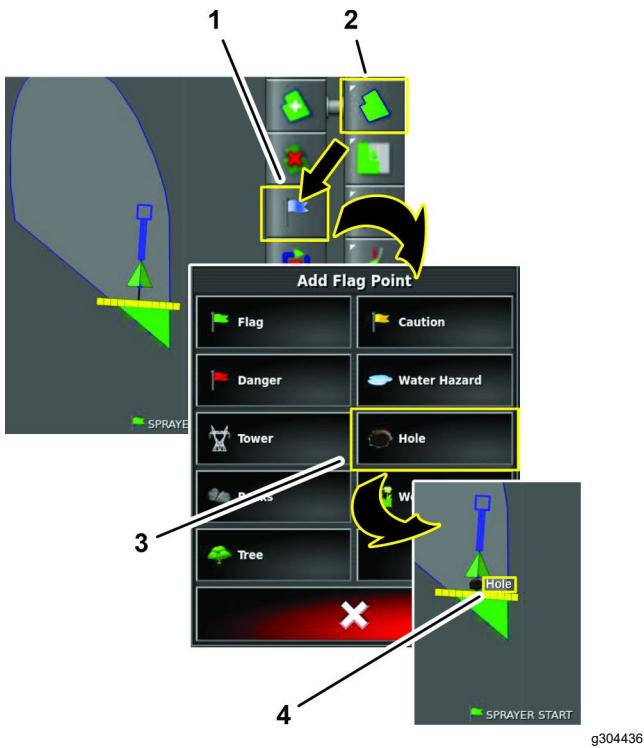

图 79
2. 按场地菜单图标和设定标志旗点图标 图 79。添加标志旗点菜单将显示。
3. 在添加标志旗点菜单中选择标志旗点图标图 79。
标志旗点将显示在车辆后面的控制台中图 79。